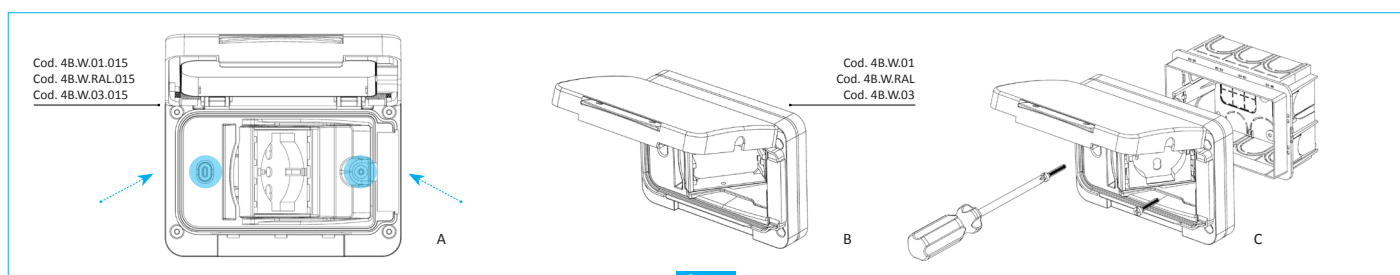

fig. 3
- Rimuovere la plastica preincisa nell'alloggiamento per le viti come indicato in fig. 3-A
- Avvitare WIDE alla scatola da incasso (fig. 3-C).
- Remove the pre-cut plastic covers from screw's housing, as shown in figure 3-A.
- Screw WIDE to the flush mounting box (fig. 3-C).